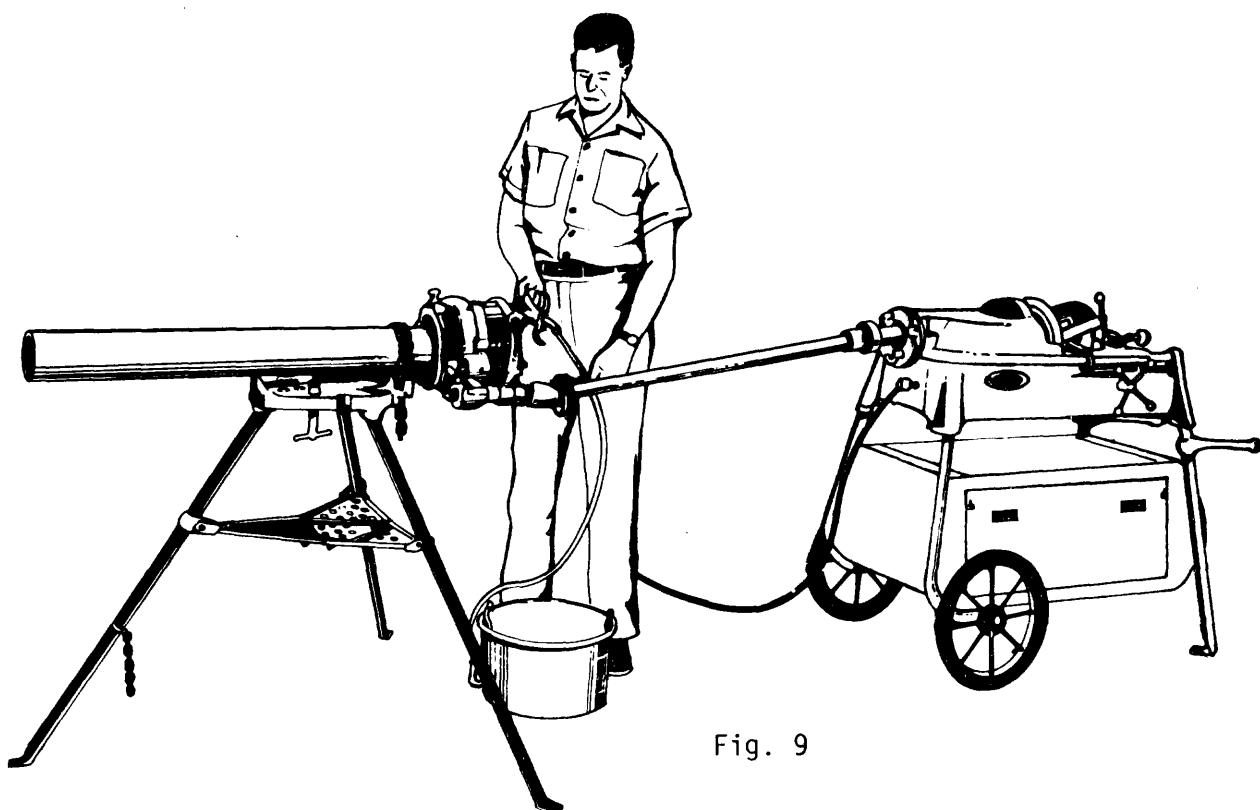

Fig. 9
1. Con el tubo inmóvil, donde lo que gira es la terraja. En este caso el eje del vástago motriz de la terraja, se desplazará circularmente y como consecuencia, la barra de transmisión debe ser articulada, para que pueda seguir el movimiento del vástago (fig. 9).